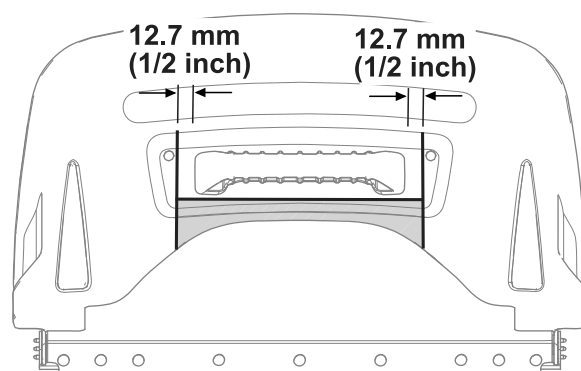

Figura 17
1. Utilizzando la maniglia del cesto come riferimento, segnate una linea parallela adiacente, con la superficie anteriore della maniglia (Figura 17).
2. Misurate 12,7 mm da ciascun lato della maniglia e segnate 2 linee perpendicolari alla linea che avete tracciato al passaggio 1 (Figura 17).
4. Utilizzate le linee tracciate per rifilare l'area ombreggiata, come illustrato nella Figura 17.